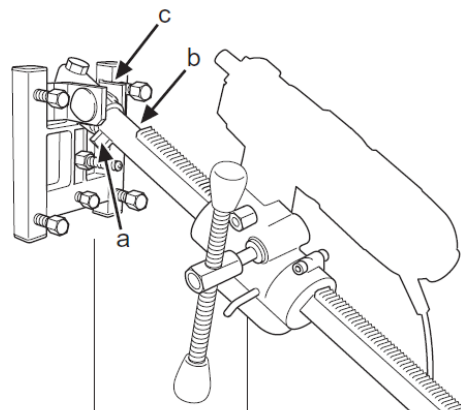

Fig.12
2. La columna de perforación se monta en el soporte angular de la placa base. Apretar los dos tornillos de fijación (a y b) con una llave de 24 mm. (Fig. 12). Girar la caja de alimentación 180° y montarla de nuevo en la columna de perforación. La perforadora se monta en la fijación rápida.
3. Ajustar la inclinación de perforadora deseada con la tuerca (c) (fig.12) y una llave de 30 mm.
2. A coluna de perfuração é montada no suporte angular da placa base. Aperte os dois parafusos de fixação (a e b) com a chave de 24 mm. (Fig.12). Rode a caixa de alimentação 180° e monte-a novamente na coluna de perfuração. A máquina de perfuração é montada no acessório de fixação rápida.
3. Ajuste o ângulo de perfuração pretendido utilizando a porca (c) (Fig. 12), com a chave de 30 mm.
2. The drill column is mounted on the base plate's angle bracket. Tighten the two locking screws (a and b) with a 24 mm spanner. (Fig.12). The feed housing is turned 180° and refitted on the drill column. The drilling machine is refitted in the quick-action attachment.
3. Set the required drilling angle using nut (c) (Fig.12) with a 30 mm spanner.
2. Kolumna wiertnicza jest zamontowana na wsporniku kątowym płyty podstawy. Dokręcić dwie śruby blokujące (a oraz b) za pomocą klucza 24 mm (rys. 12). Obudowa podajnika jest obrócona o 180° i zamontowana na kolumnie wiertniczej. Wiertnica jest ponownie zamontowana w szybkozłączu.
3. Ustawić wymagany kąt wiercenia przy użyciu nakrętki (c) (rys. 12) za pomocą klucza 30 mm.